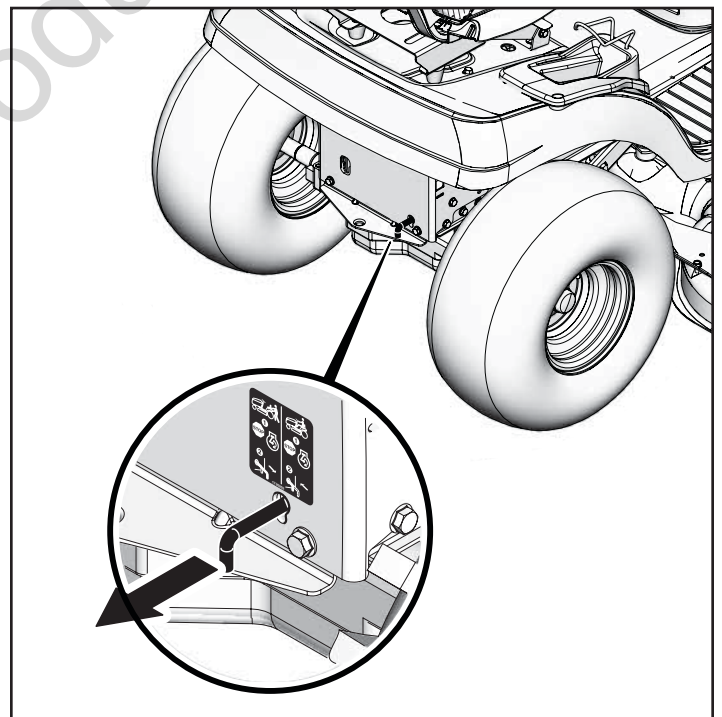

Figura 7
2. Levante la palanca 6 cm (2-3/8 pulg.) aproximadamente para liberar la transmisión (véase Figura 7).